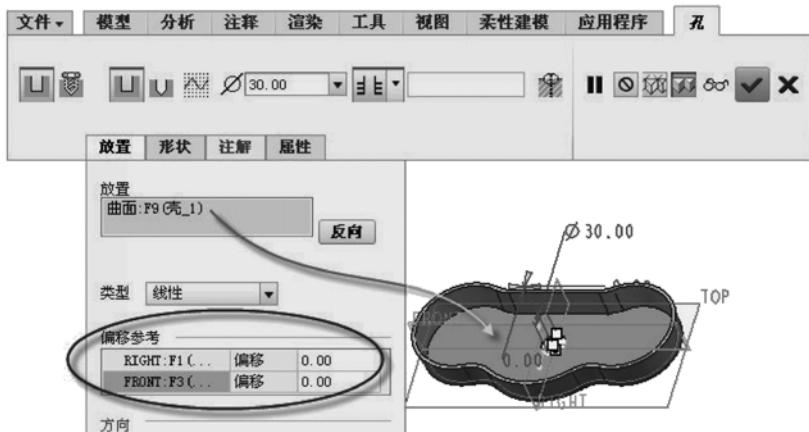

图 4-90 定义孔的放置
- 5 在壳的内底面单击以定义主放置参照，接着打开“放置”面板，“类型”选项为“线性”，激活“偏移参考”收集器，选择“RIGHT（基准平面）”，接着在按住〈Ctrl〉键的同时选择“FRONT（基准平面）”，并将它们各自的偏移距离均更改为“0”，如图 4-90 所示。